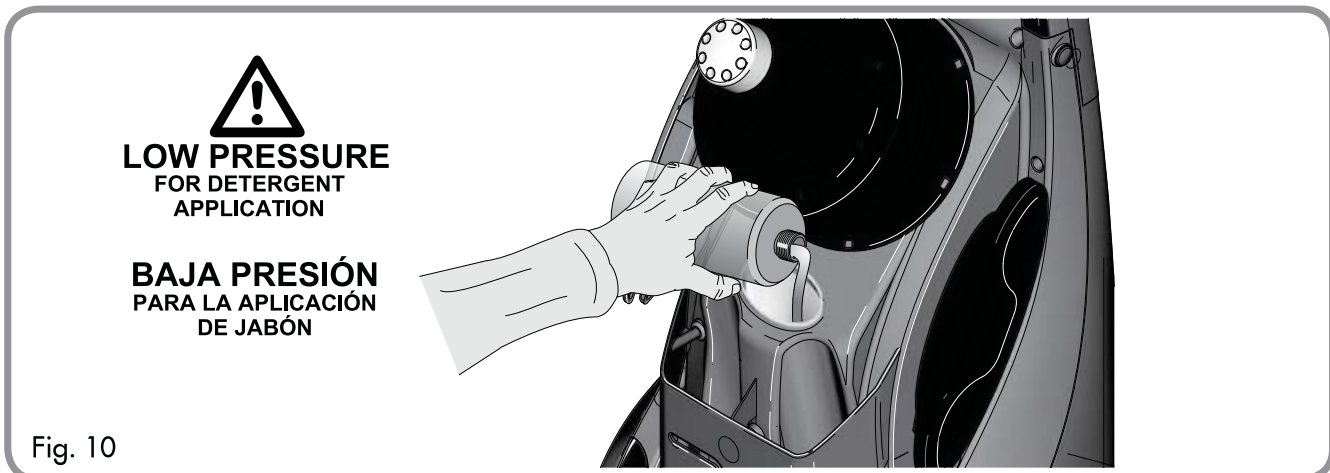

Fig. 10
1. Remove the tank cap (1) present on the back of the machine.
2. Fill the tank with suitable cleaning solution. Use only approved pressure washer cleaners. Do not use bleach, chlorine or any cleaners containing acids (Fig. 10).
1. Retire el tapón del estanque (1) que se encuentra en la parte trasera de la máquina
2. Llene los depósitos con la solución de limpieza adecuada. Utilice sólo agentes limpiadores para limpieza a presión homologados. No utilice lejía, cloro ni ningún limpiador que contenga ácido (Fig.10).